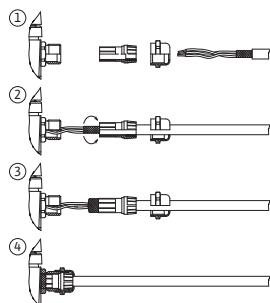

Fig. 25: Экранирование
Экран подсоединяется к кабельному вводу на электронном модуле. См. Fig. 25.
Кабели цифровых и аналоговых входов, а также для обмена данными по шине должны быть экранированы в области металлического кабельного ввода (Fig. 19, поз. 4, 5 и 6). Экранирование, см. Fig. 25.
- Осторожно открыть фиксаторы (Fig. 25) инструментом (например, отверткой).